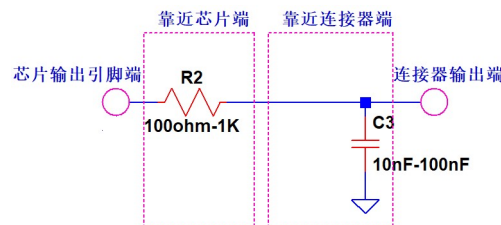

图 4 ESD 引入路径上的芯片输出端处理
- 4) 对于有较强 ESD 引入路径的连接器控制输出信号口在靠近连接器端对地接 10nF-100nF 陶瓷电容，之后在靠近芯片输出引脚端串联 100 欧姆-1K 欧姆的电阻，这些电容的对地过孔须保证有 2 个或以上，如下图 4 所示。